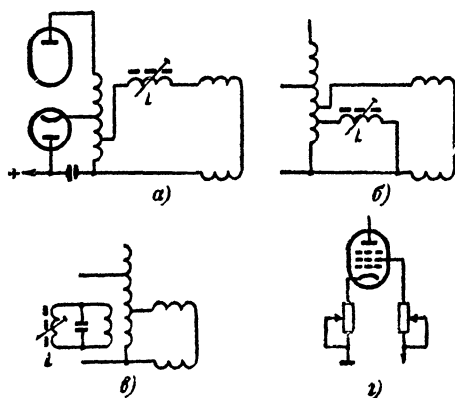

Рис. 18. Схемы регулировки амплитуды строчной развертки.
**Л.**— Такая регулировка практически не встречается. Наиболее часто регулятор размера связан непосредственно с отклоняющей системой. На рис. 18 приведено несколько схем возможных вариантов такой регулировки.
**Л.**— Да, и вряд ли стоит задерживаться на этих схемах. В более старых моделях телевизоров можно еще встретить переменный резистор в цепи катода выходной лампы (рис. 18, з).